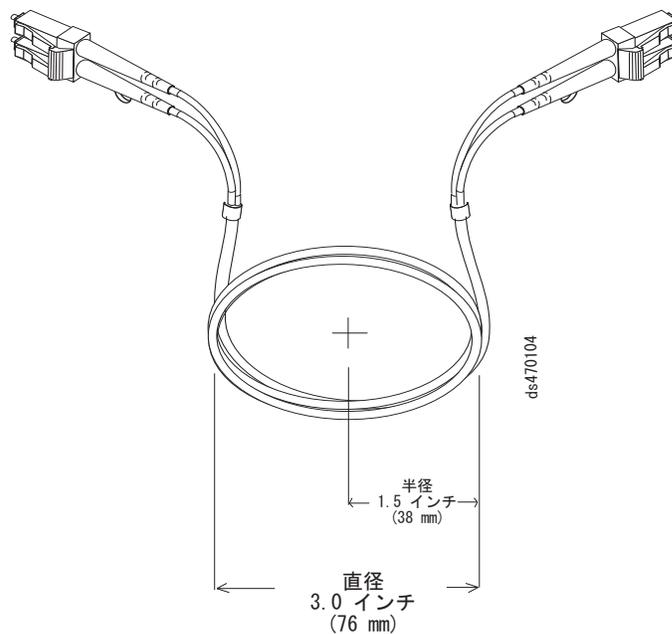

図 25. 光ファイバー・ケーブルの曲げおよびループに関する仕様
**注:** IBM ファイバー・チャネル (FC) ケーブル・オプションは、IBM DS ストレージ製品用にテストされ、承認されています。IBM DS 製品を取り付けるときは、最良のパフォーマンスと互換性を得るために、必ず IBM FC ケーブル・オプションを使用してください。
- 余分な、または未使用の光ファイバー・ケーブルを保管するときは、ケーブルを直径 76 mm (3 インチ) 未満または半径 38 mm (1.5 インチ) 未満に曲げないでください。また、ケーブルを折り返さないでください。58 ページの図 25 を参照してください。